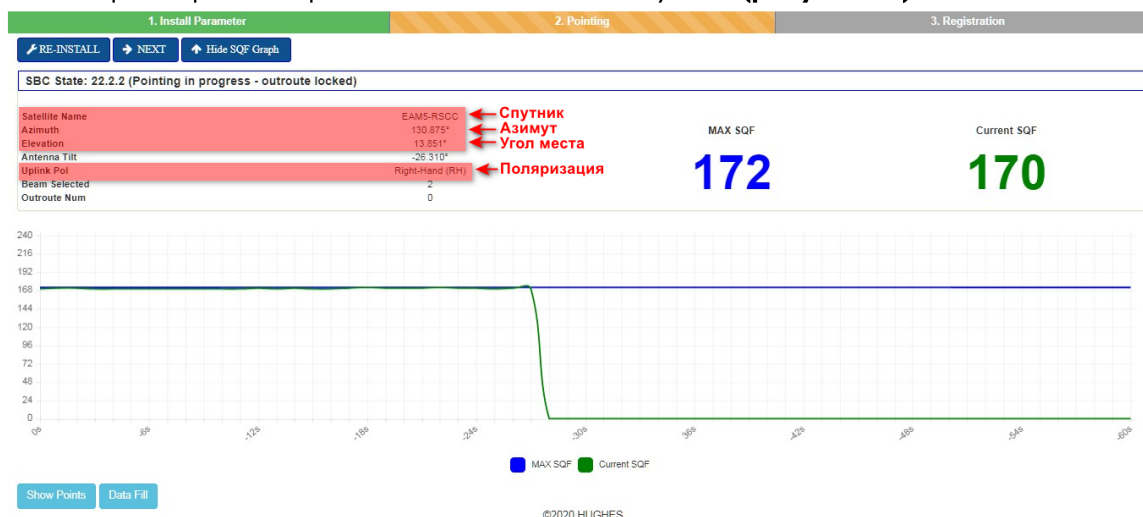

Рисунок 19. Расчетные параметры на вкладке «2. Pointing» для ориентации антенны на спутник
7. После сохранения координат откроется окно «2. Pointing», в нем будут указаны расчетные параметры для ориентации антенны на спутник (**рисунок 19**).
- **SBC State на вкладке «2.Pointing» (рисунок 19) должен иметь статус: 22.1.1 «Waiting for installation parameters or terminal swap information», 22.2.1 «Pointing in progress - outroute not locked», 22.2.2 «Pointing in progress - outroute locked».** Если SBC State отличается, проверьте правильность введенных координат в меню «1. Install Parameter» нажав кнопку «RE-INSTALL». Если координаты верны, попробуйте выбрать другой спутник **(рисунок 20)**. Если после проверки координат и смены спутника SBC State не изменился, то необходимо связаться с технической поддержкой оператора по номеру 8-800-200-32-08. При обращении сообщите логин от личного кабинета, выделенный SitelD, координаты из таблицы 1 и SBC State код.
На основании данных полученных на вкладке «2.Pointing» **(рисунок 19)** заполните таблицу на титульном листе инструкции, идентификатор модема SitelD можно получить двумя способами: